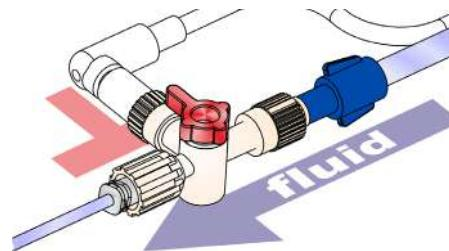

Fig. 58: Válvula de 2 vias:
4. Gire a válvula de 2 vias para: Ar DESLIGADO (fig. 58)